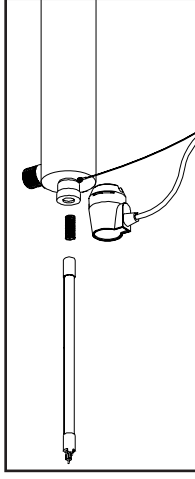
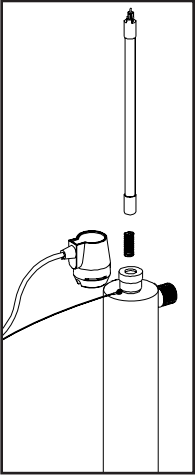

FIGURE 2C
FIGURE 2D
2. Pour l'installation d'une lampe neuve, retirer d'abord la lampe de son emballage de protection; veiller encore à ne pas toucher la surface de verre de la lampe. Insérer délicatement la lampe dans le réacteur (à l'intérieur de la gaine de quartz – Figure 2C). Insérer complètement la lampe dans le réacteur, mais laisser la lampe dépasser de deux pouces hors de la chambre du réacteur. Ensuite, brancher le connecteur à la lampe UV (Figure 2B). Le connecteur comporte un repère de positionnement qui empêche un branchement incorrect (Figure 2B). S'assurer que le connecteur soit parfaitement enfoncé sur la lampe UV (Figure 2D).
3. To install a new lamp, first remove the lamp from its protective packaging, again being careful not to touch the lamp glass itself. Carefully insert the lamp into the reactor vessel (actually inside the quartz sleeve) (Figure 2C). Insert the lamp fully into the chamber leaving about two inches of the lamp protruding from the chamber. Next, attach the connector to the UV lamp (Figure 2B). The connector is "keyed" and will only allow correct installation in one position. Ensure the connector is fully seated onto the UV lamp (Figure 2D).